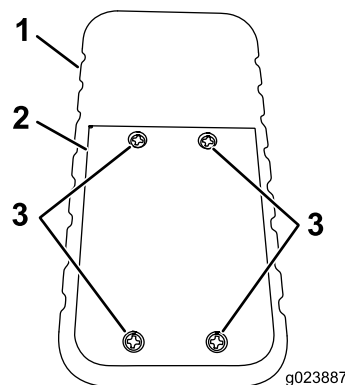

Figura 5
1. Afloje los cuatro tornillos que sujetan la tapa de las baterías (Figura 5).